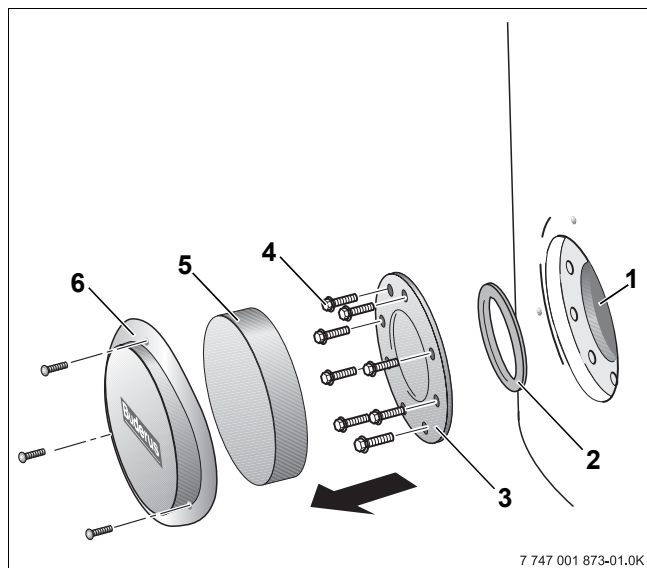

Рис. 10 Демонтаж крышки люка для чистки
- Отвернуть болты на крышке (рис. 10, поз. 6).
- Снимите крышку с болтами и теплоизоляционный элемент (рис. 10, поз. 5).
- Отвернуть болты (рис. 10, поз. 4), снять крышку люка для чистки (рис. 10, поз. 3) и ее уплотнение (рис. 10, поз. 2).